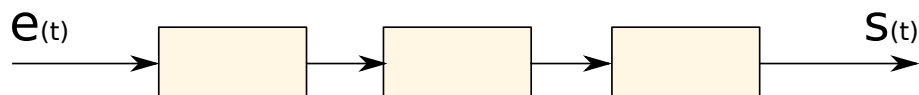

FIGURE 9 – Boucle ouverte
• **Boucle ouverte :** Le système peut-être composé exclusivement de blocs en série. On parle alors de **système ouvert** ou **boucle ouverte** (fig.9).